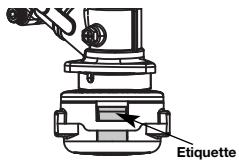

Fig. 20
1. Pousser fermement sur les languettes situées de chaque côté de la tête de coupe. (Fig. 20)